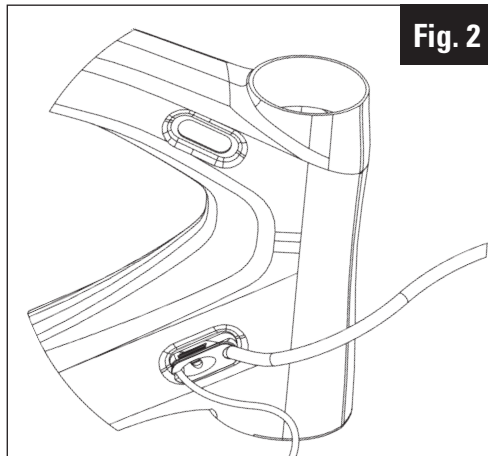

Fig. 2
- 3- Passer le câble du faisceau électrique reliant cintre et cadre dans la fente de la butée double (en haut à droite du tube diagonal). Renforcer alors la butée double dans son logement puis la resserrer. (Fig.2)
- 3- Once the «D» stop is removed, pass the cable of the wiring harness connecting the handlebars and frame into the slot of the double thrust bearing (at the top to the right of the diagonal tube). Then reinforce the double thrust bearing in its housing and then tighten it. (Fig.2)
- 3- Una volta tolto il finecorsa «D», passare il cavo del fascio elettrico che collega manubrio e telaio nella fenditura del finecorsa doppio (in alto a destra del tubo diagonale). Rispingere poi il finecorsa doppio nel vano quindi ristingerlo (Fig. 2).